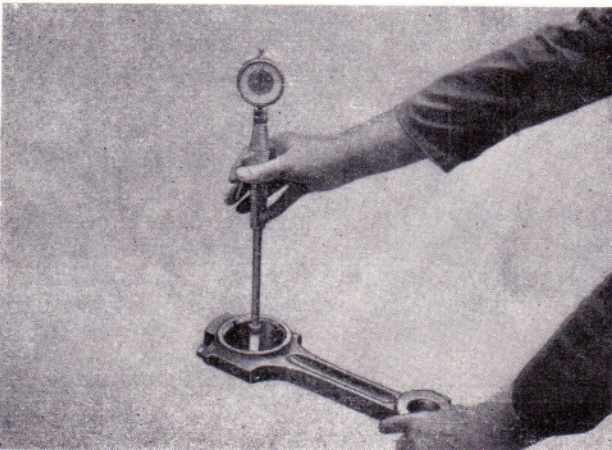

Bild 13
- Bohrung vermessen (Bild 13).